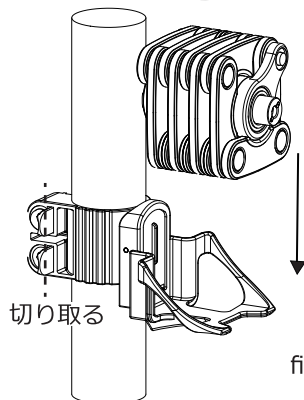

fig.10
4. ベルトの余分な部分は切り取ってください。(fig.10)
5. ロック本体をブラケットに差し込み、ロックします。(fig.10,11)